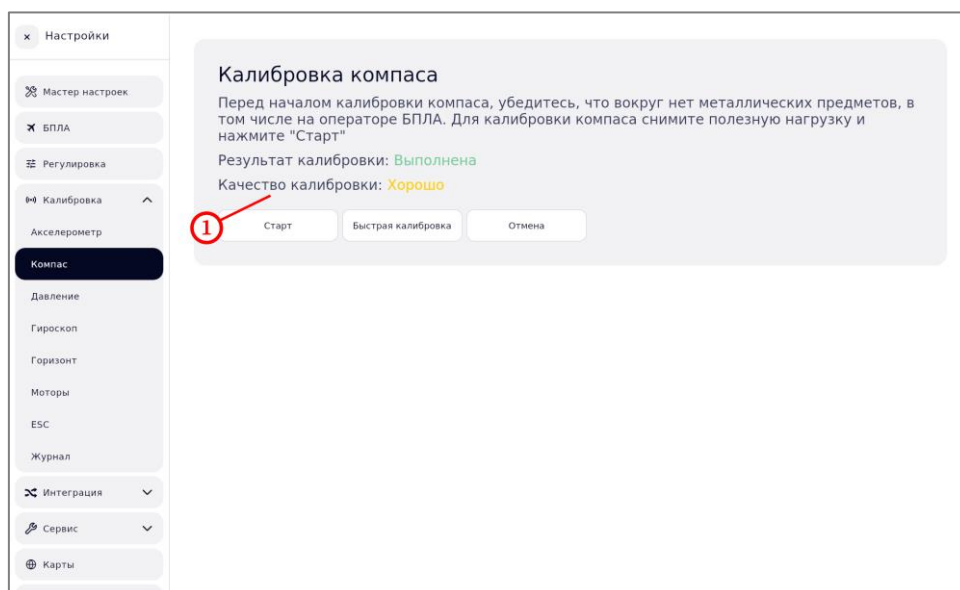

Рисунок 45 – Результаты калибровки компасов
4. По завершении калибровки выполнится автоматическая перезагрузка БПЛА. Результат калибровки будет показан на экране в поле «Качество калибровки:» (рисунок 45, шаг 1).